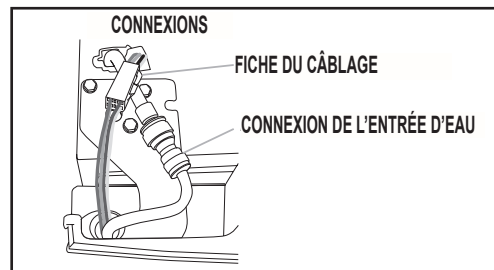

FIGURE 3
9. Avant d'enlever la porte de gauche, retirer le couvercle de charnière. Débrancher la fiche du câblage située au-dessus de la charnière supérieure en coinçant la lame d'un tournevis plat ou votre onglet entre les deux sections. Voir la *Figure 3*.
10. Débrancher l'entrée d'eau en tirant sur le collet de blocage tout en retirant le tuyau d'entrée du raccordement d'entrée d'eau. Voir la *Figure 3*.
13. Rebrancher la fiche du câblage située au-dessus du côté gauche de la porte du réfrigérateur. Voir la *Figure 3*.
14. Reconnecter la canalisation d'eau en tirant l'anneau du collet de blocage vers l'arrière tout en enfonçant fermement la canalisation d'eau dans le conduit de raccordement. Voir la *Figure 3*.